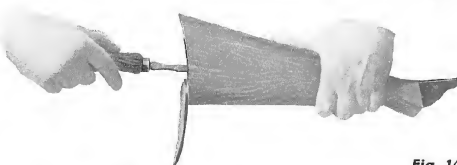

Fig. 14
- svitare una vite, allentare la seconda, far ruotare il calciolo per mettere a giorno il tirante (fig. 14);